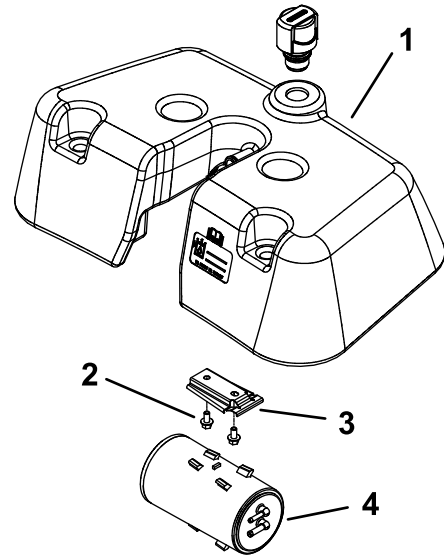

図 2
- B. キャニスタのブラケットから取り付けねじ 2 本を外し 図 2 タンクからキャニスタ用ブラケットを取り外す。